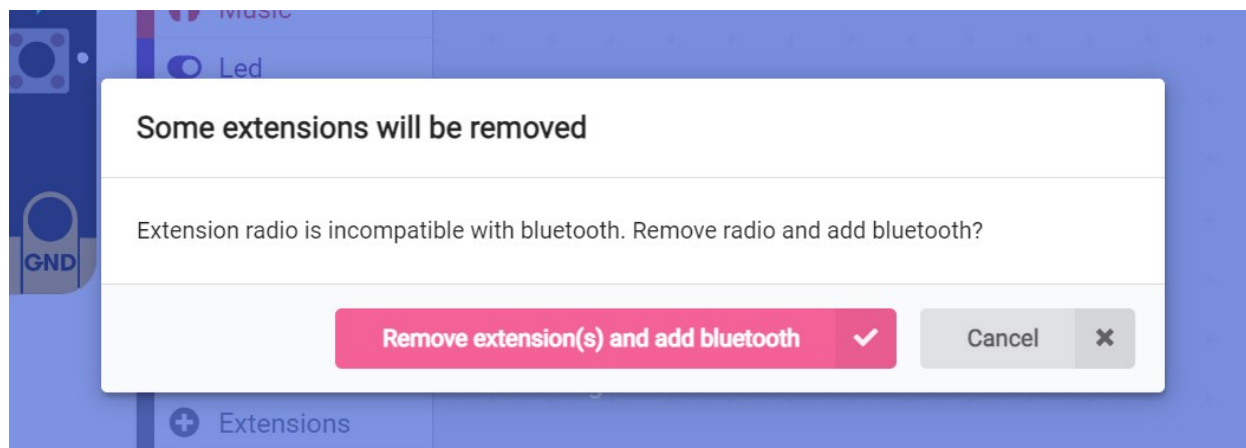

Figura 6: Aviso relativo às extensões que serão removidas
**Nota:** Antes de adicionar o novo menu, aparece um aviso/notificação (Figura 6), informando que a extensão de rádio é incompatível com o Bluetooth e deve ser removida. Clique no botão **"Remove extension(s) and add bluetooth"** para confirmar a sua escolha.